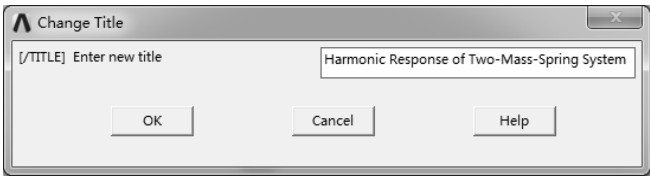

图 7-71 “Change Title”对话框
2) 选择“Utility Menu>File>Change Title”命令，弹出“Change Title”对话框，修改标题为“Harmonic Response of Two-Mass-Spring System”，如图 7-71 所示。单击“OK”按钮完成修改。